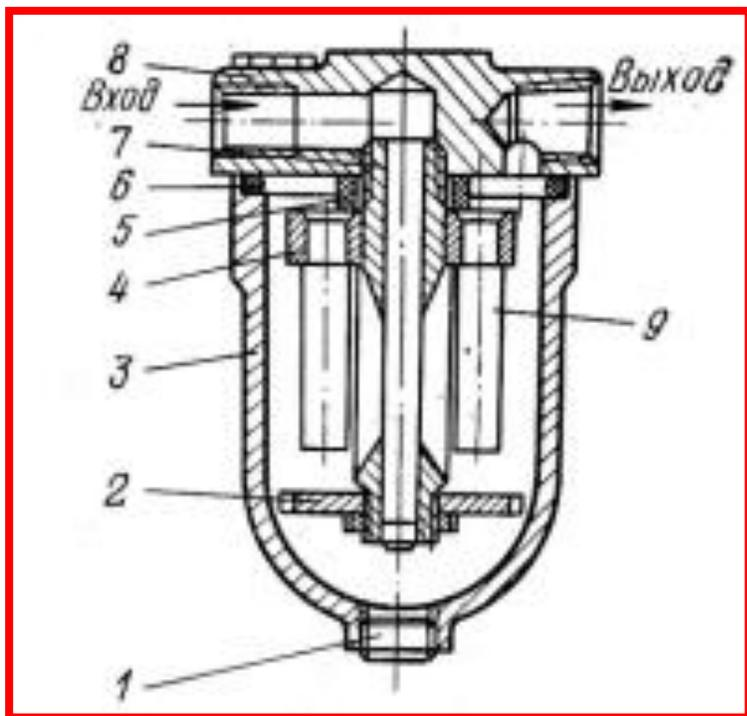

Рис.9. Магнитный фильтр типа С43-3:
**Сепараторы** имеют неограниченную пропускную способность при малом сопротивлении. Принцип их работы основан на пропуске рабочей жидкости через силовые поля, которые задерживают примеси. В качестве примера на рис.9. приведена конструкция магнитного фильтра С43-3, предназначенного для улавливания ферромагнитных примесей.